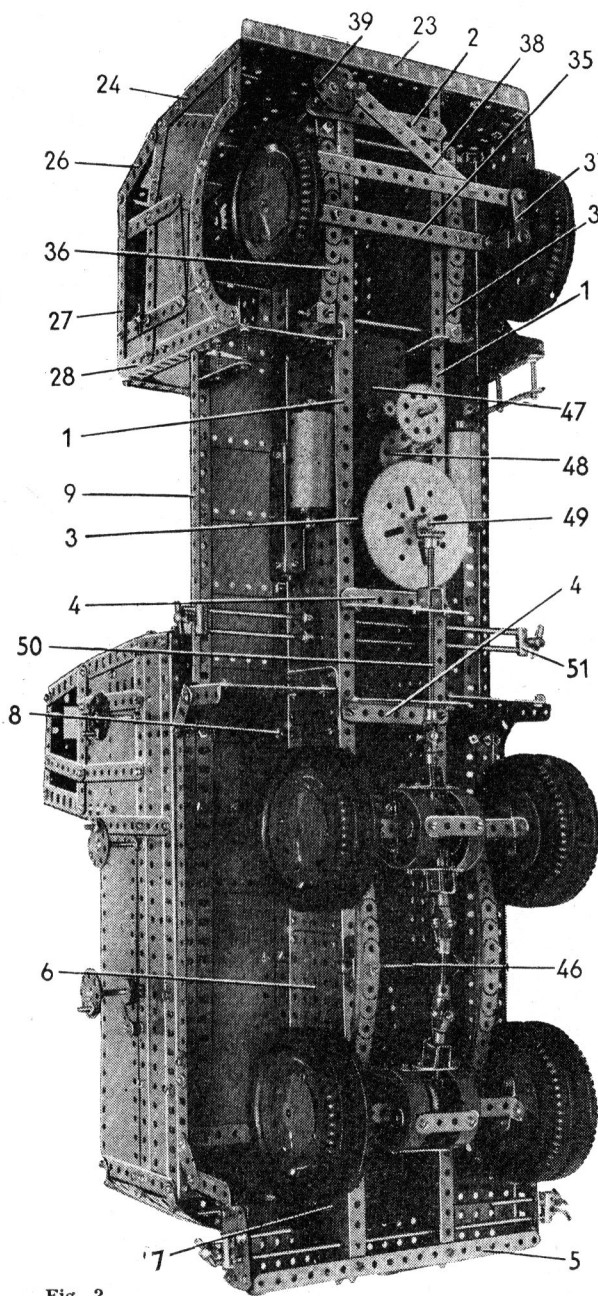

Fig. 2
On peut déterminer facilement le sens des lignes de force (ou sens de polarité, nord et sud) de l'électro-aimant de la façon suivante (fig. 2) : un observateur placé devant le pôle nord d'un aimant voit le courant circuler en sens inverse des aiguilles d'une montre.
CHASSIS (Fig. 2)
CABINE (Fig. 2, 3 et 4)
Le toit de la cabine est bordé de chaque côté par une cornière de 11 trous (27); les deux cornières (27) sont réunies à leur extrémité arrière par une cornière de 6 trous (fig. 2). L'angle arrière droit de la cabine est une cornière de 15 trous (28) boulon-
(Fig. 2)